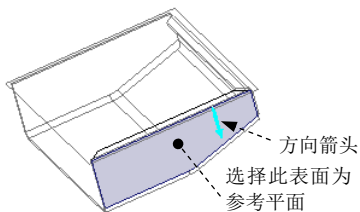
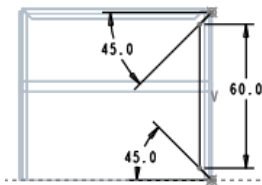

图 11.12.29 定义草绘参考
图 11.12.30 截面草图
(3) 定义钣金壁的形状。
① 在操控板中选择  选项，在  后的文本框中输入角度值 90.0。
② 在操控板中单击  选项卡，在系统弹出的界面中单击  按钮，系统弹出“草绘”对话框，单击  按钮，然后选取图 11.12.29 所示的模型表面为参考平面，方向为 ；单击  按钮，绘制图 11.12.30 所示的截面草图。